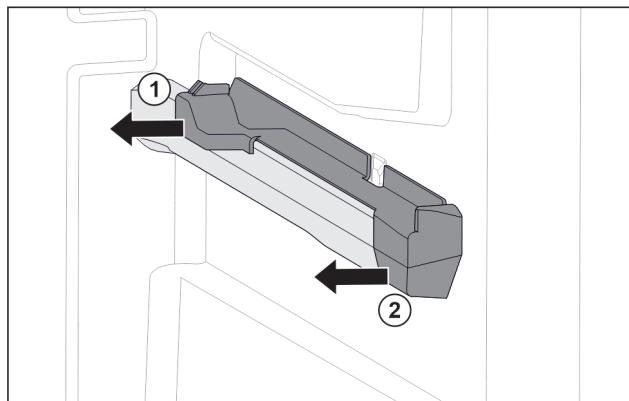

Fig. 46 Élément emboîtable sur la nervure de récipient droite
- ▶ Le retirer sur le côté par l'arrière. Fig. 46 (1)
- ▶ Le retirer sur le côté par l'avant. Fig. 46 (2)